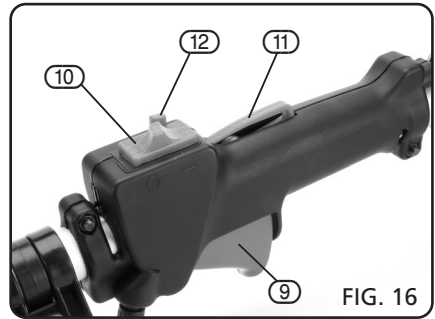

FIG. 16
10.1 STARTING THE ENGINE (FIGS.16 – 18)